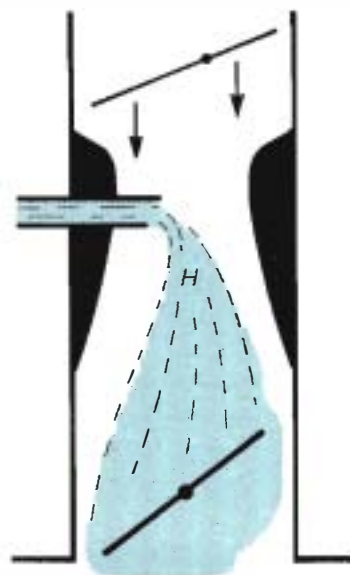

Figure 22.1 • À froid, le mélange air/essence s'effectue plus difficilement.
- l'amorçage et la vaporisation de l'essence (figure 22.1);